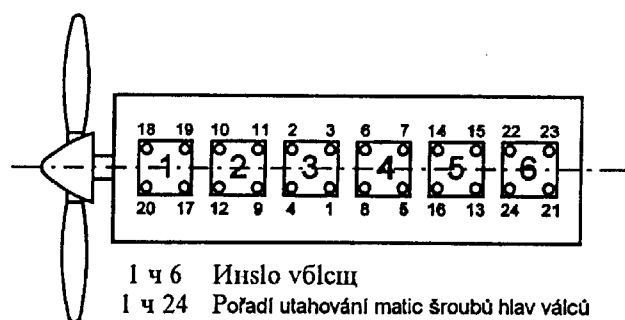

Рис. 7-2
- г/ Подтяните гайки болтов головок цилиндров установленным моментом в порядке показанном на рис. 7-2.